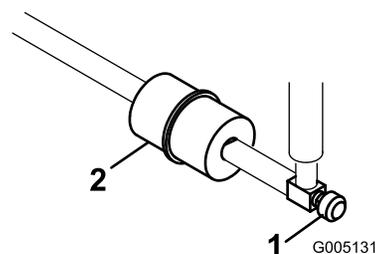

Рисунок 40
Проходной топливный фильтр встроен в топливный трубопровод между топливным баком и карбюратором (Рисунок 40).
1. Закройте клапан отключения подачи топлива (Рисунок 40).
2. Установите под фильтр сливной поддон, ослабьте шланговый хомут на обращенной к карбюратору стороне фильтра и отсоедините топливный трубопровод от фильтра (Рисунок 40).
3. Ослабьте другой шланговый хомут и снимите фильтр (Рисунок 40).